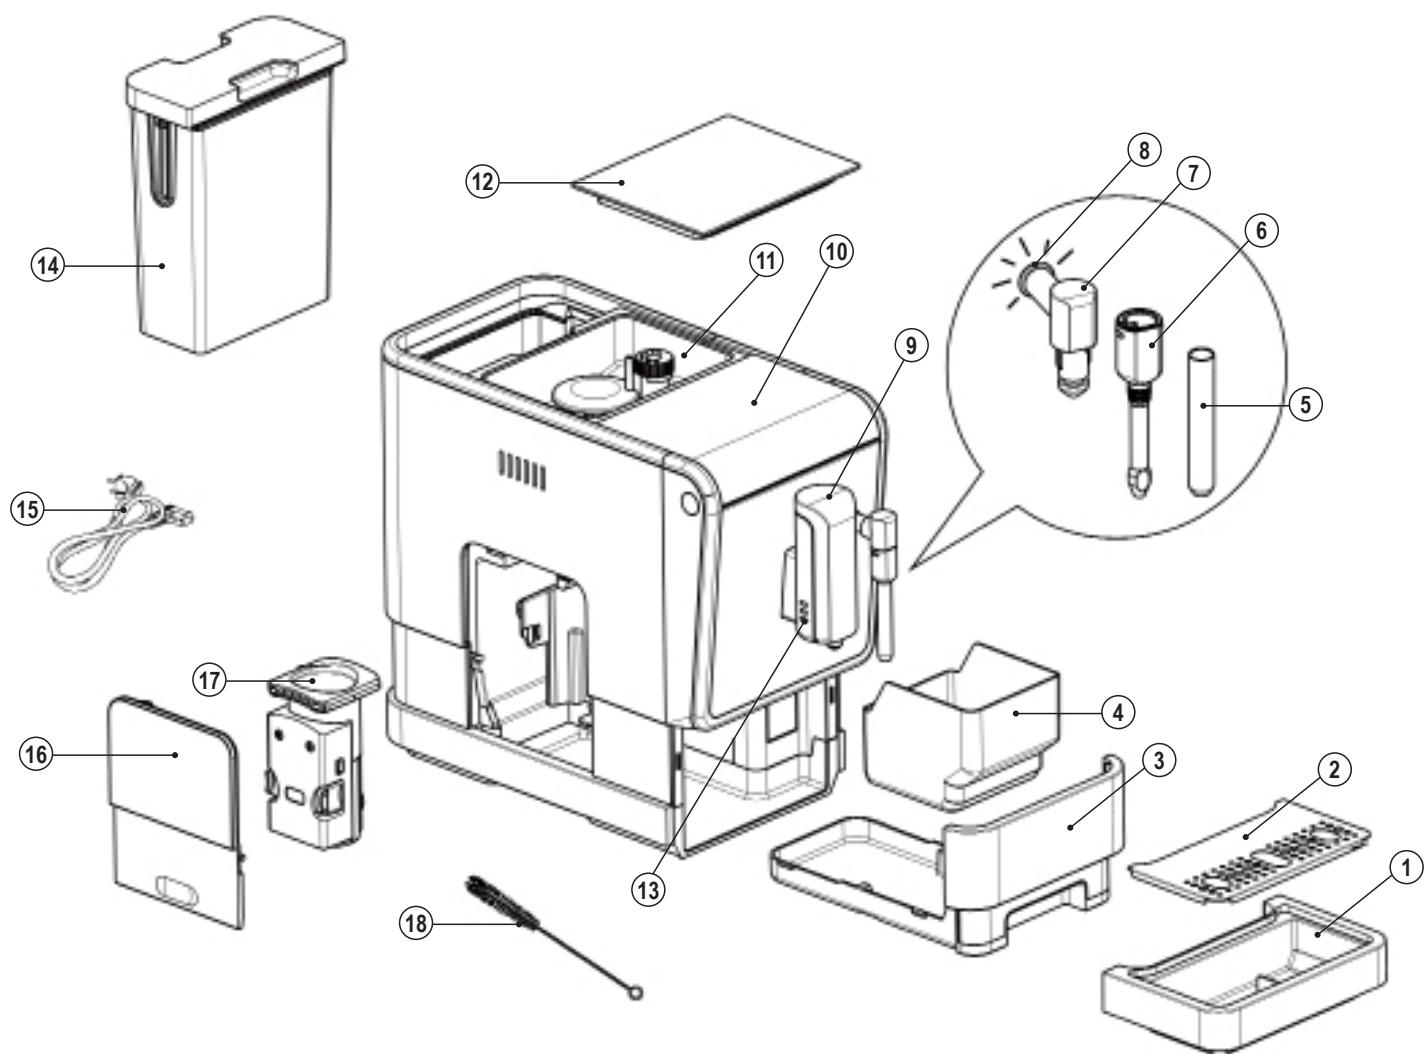

Fig.1
- Coloque una taza debajo de la salida de café (9) y ajuste la altura de la salida para que encaje. Dependiendo del tamaño del vaso (demasiado alto o demasiado ancho), puede retirar la bandeja de goteo (1) o ajustar la posición de la bandeja de goteo como se muestra en (Fig 1).
- Dependiendo del sabor del café que prefiera, presione el botón de café fuerte (J) o el botón de café suave (K).
- Mientras está haciendo café la iluminación taza (13) se activará.
**Consejo:** El botón de café fuerte (J), con mayor intensidad de café se recomienda para café expreso (café espresso (J) usa aproximadamente 11g de café y café suave usa aproximadamente 8g de café) . Los volúmenes de los botones de café (J, K, L) se pueden ajustar (consulte el Apartado OTRAS CONFIGURACIONES / Volumen café y agua).
**Nota:** Presione el botón de agua caliente (I) (consulte la Sección AGUA CALIENTE) para limpiar el interior de la cafetera antes del